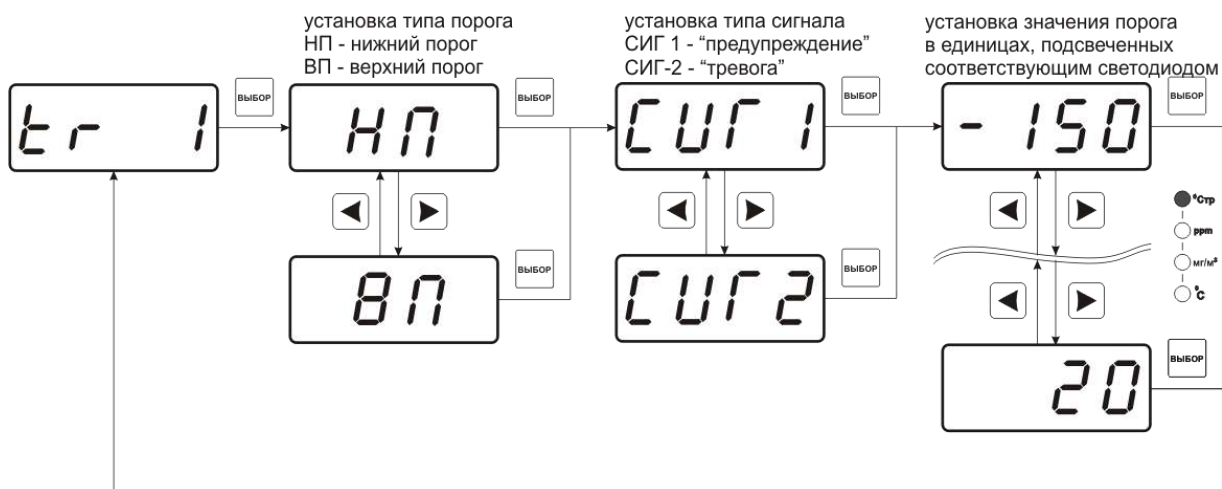

Рисунок 6.6 Схема задания порогов по температуре (влажности, давлению)
**6.3.3.1** **Задание порогов** по влажности (и по температуре, по давлению) производить в соответствии с рисунком (Рисунок 6.6).